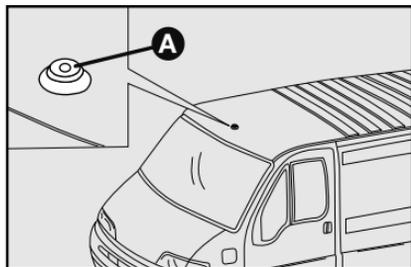

fig. 91
- 1) quite el tapón de plástico A-fig. 91 en el techo del vehículo